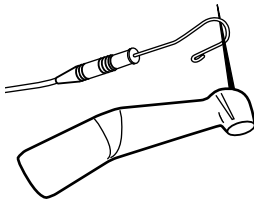

Fig. 7 Aktivering af Apex Locator med læbeklemme og fil i VDW 6:1-vinkelstykket
3. Bring læbeklemmen i kontakt med filen i ca. 3 sekunder for at indkoble Apex Locator. **Berør ikke stopperen!** Se fig. 7.